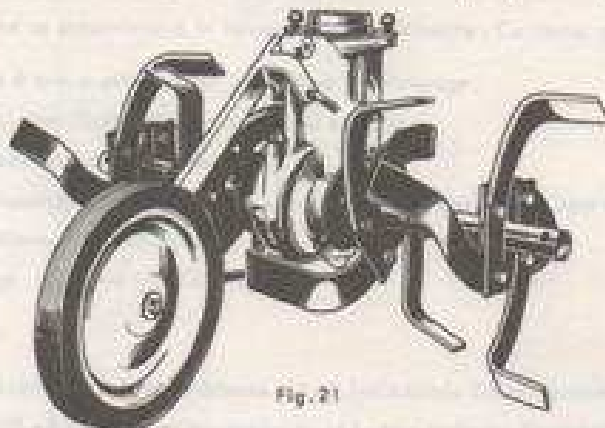

Fig. 21
- Si le chemin à parcourir est bitumé, ou s'il emprunte des allées dont la surface doit être ménagée, il aura intérêt à équiper le carter fraiseur d'une roue porteuse avant (fig. 21). En prenant appui sur cette roue, il portera l'ensemble comme une brouette.